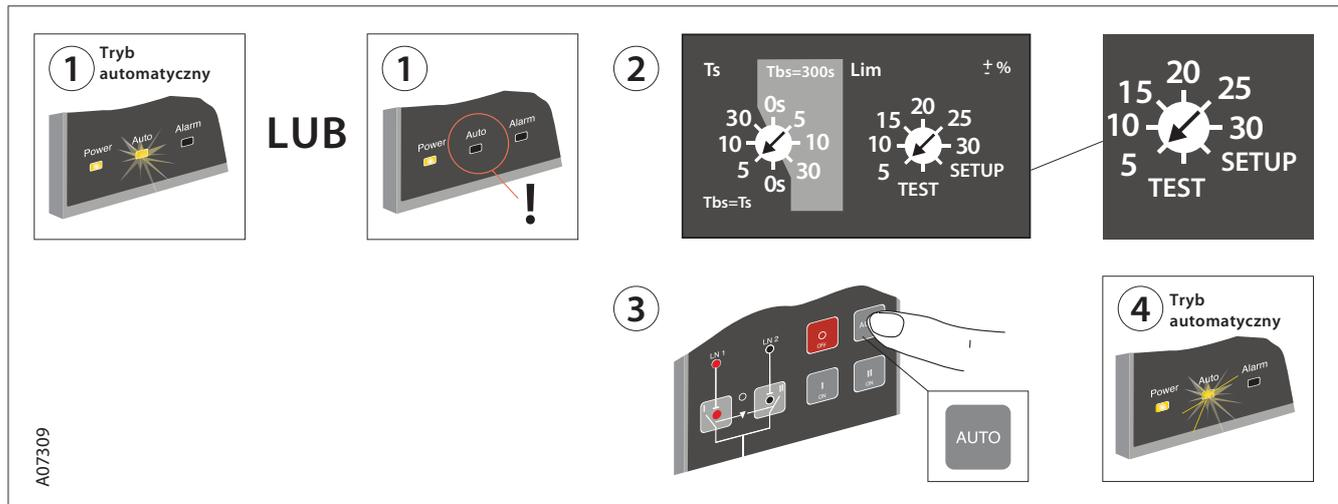

Рис. 7.15. Переключение блоков автоматического управления OMD100, OMD200 и OMD300 в автоматический режим
5. Переведите устройство в автоматический режим согласно рис. 7.15.